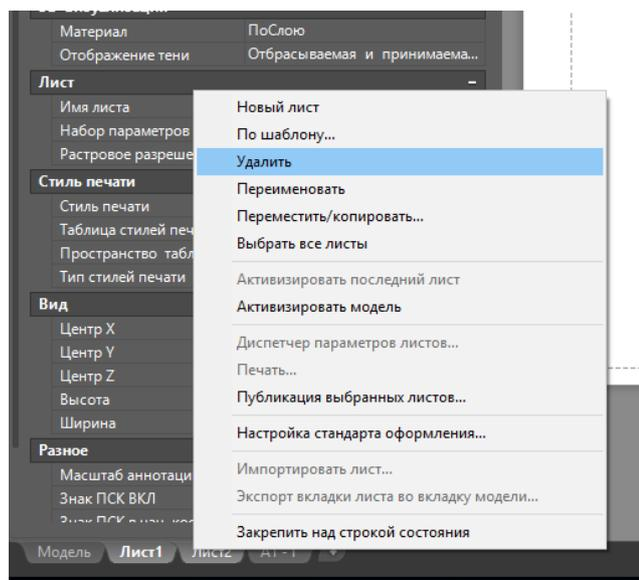

Рис. 2.1.4 Удаление стандартных листов
4. Удалим стандартные листы. Выделим закладки стандартных Лист1 и Лист2 левой кнопкой мыши с нажатым CTRL. Щелчком правой кнопкой мыши вызовем контекстное меню и выберем **Удалить** (рис.2.1.4)